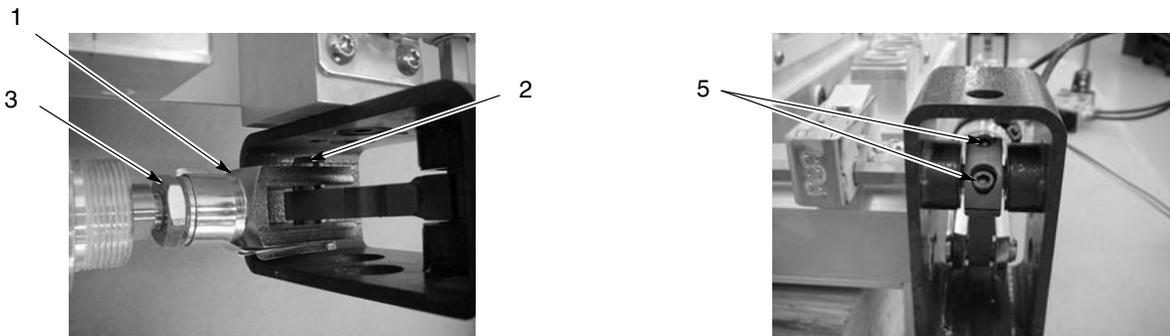

Figura 8-5 Sustitución del cilindro de apriete
2. Ver la figura 8-5. Desconectar el tubo de aire de las válvulas de control de flujo del cilindro.
5. Desencajar las abrazaderas de los pasadores de horquilla (2) y retirar los pasadores de horquilla y las palancas.